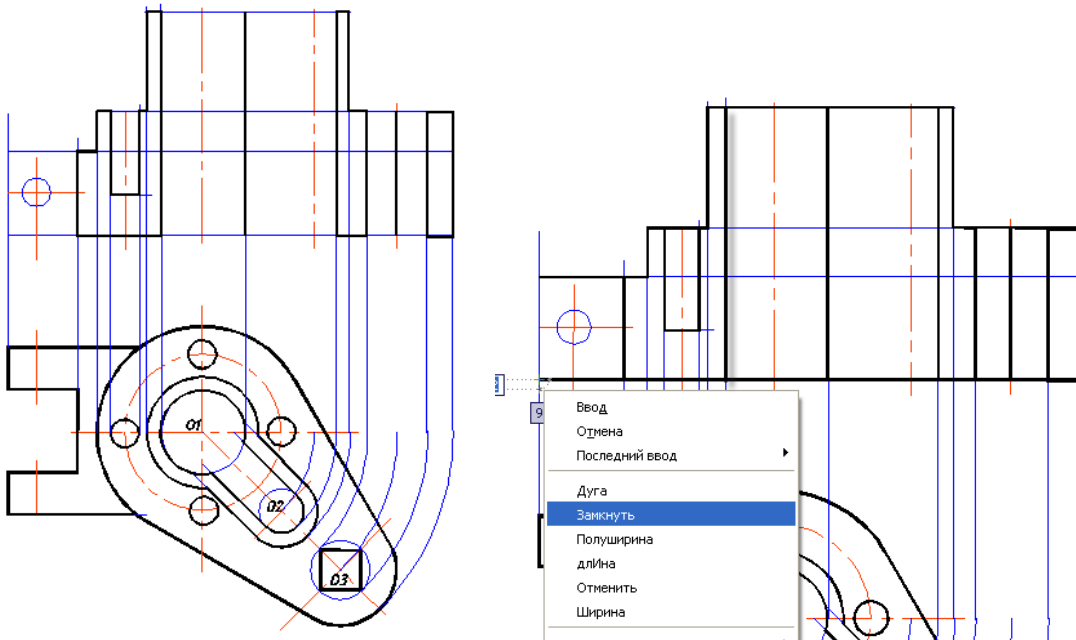

Рис. 27. Обводка контура и элементов детали
- Команда **ПОЛИЛИНИЯ**. Обведите контур детали, используя объектный захват точек **Пересечение**, или **Конечная точка** выдвижной панели инструментов **Объектная привязка**, рис.27.
- Команда **ПОЛИЛИНИЯ**. Обведите деталь по внешнему контуру, используя объектный захват точек **Пересечение**, или **Конечная точка** выдвижной панели инструментов **Объектная привязка**, рис.27.